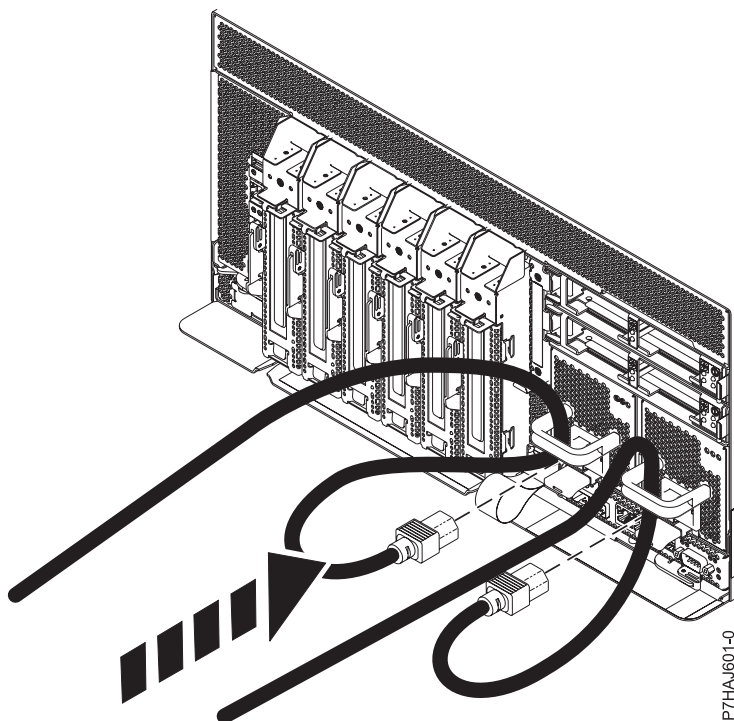

Figura 6. Conexión de los cables de alimentación
2. Vuelva a conectar el cable de alimentación a la unidad del sistema, tal como se muestra en la Figura 6 en la página 20. Asegúrese de pasar los cables por las asas.